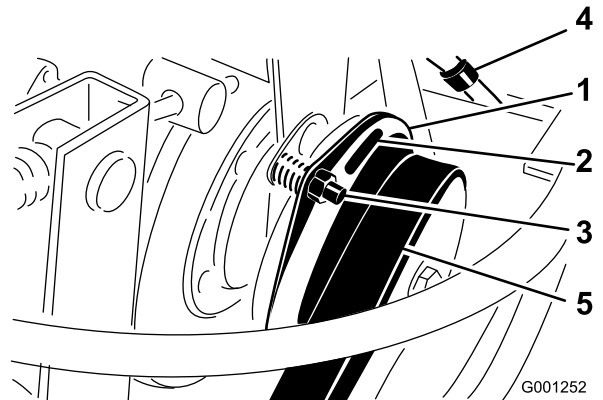

Figura 95
- Reglați distanța astfel încât un set de lere de 0,4 mm să alunece între garnitura de ambreiaj și placa de fricțiune cu o presiune ușoară (Figura 95).
Notă: Puteți reduce distanța prin rotirea piuliei de reglare în sensul acelor de ceasornic (Figura 95). Distanța maximă de funcționare este de 0,7 mm. Reglați toate cele 3 distanțe.